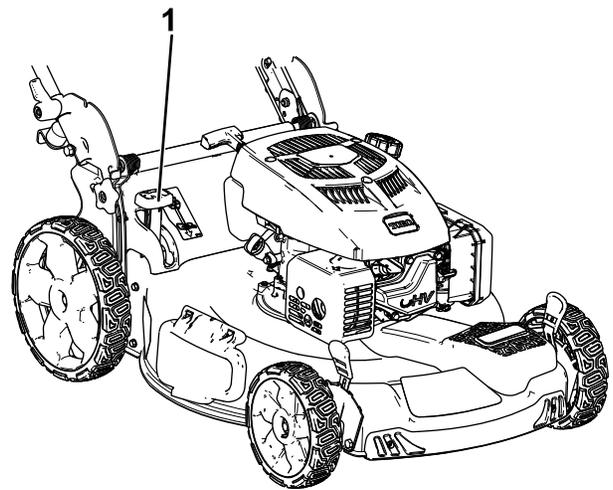

図 20
- **集草しながらの刈り込みをしたい場合には**、レバーの頭部にあるボタンを押し込んでレバーを前に倒します。ボタンが飛び出して来ればセット完了です **図 20**。